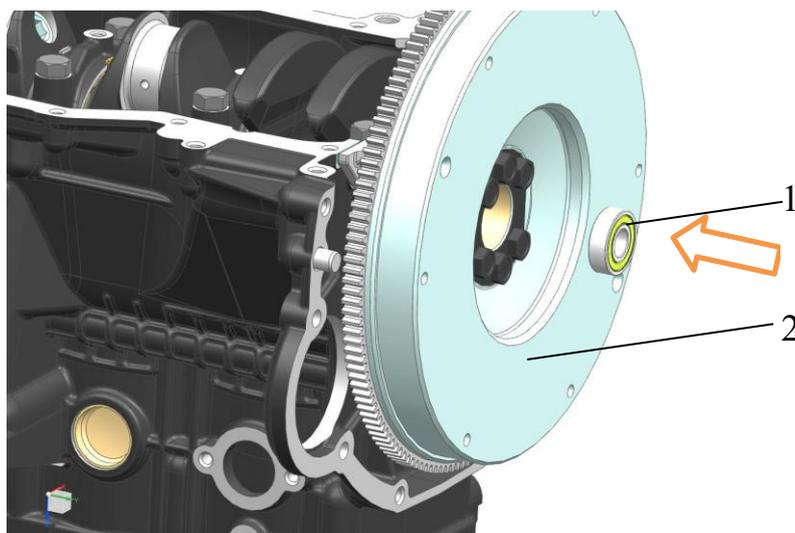

Рис.112. Установка подшипника:
8. Запрессовать подшипник 1 (рис.112) в гнездо маховика 2. Подшипник запрессовывать, прикладывая усилие к наружному кольцу. Запрессовка за внутреннее кольцо приведет к повреждению подшипника.